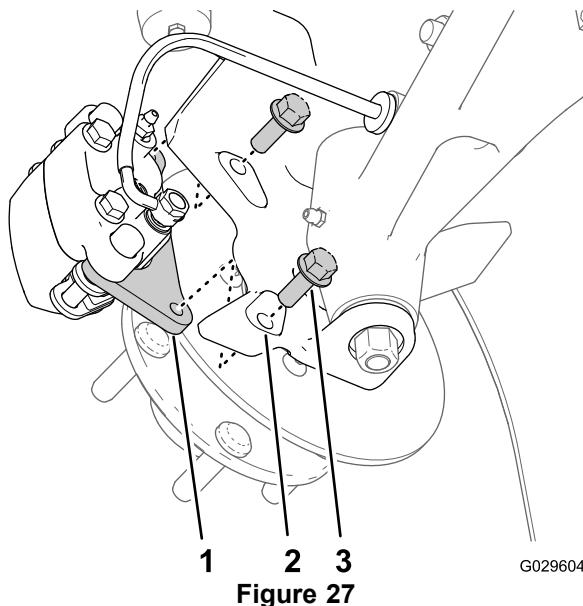
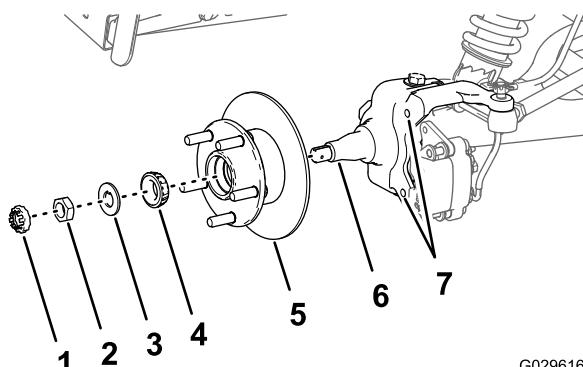

Figure 27
Figure 31
3. Retirez les 2 boulons à embase (3/8 x 1 po) qui fixent le support du frein à la fusée et séparez le frein de la fusée (Figure 27).
1. Appliquez une fine couche de la graisse spécifiée sur la fusée (Figure 31).
2. Montez le moyeu et le rotor sur la fusée en plaçant le rotor à l'intérieur (Figure 31).
3. Montez le roulement extérieur sur la fusée et poussez le roulement contre la bague (Figure 31).
4. Montez la rondelle-frein à languette sur la fusée (Figure 31).
5. Vissez l'écrou de fusée sur la fusée et serrez-le tout en tournant le moyeu (Figure 31).
2. Alignez les plaquettes de frein de chaque côté du rotor (Figure 27) et alignez également les trous dans le support d'étrier et les de fixation du frein sur le porte-fusée (Figure 31).
3. Fixez le support d'étrier au porte-fusée (Figure 27) à l'aide de 2 boulons à embase (3/8 x 1 po) serrés à un couple de 47 à 54 N · cm.